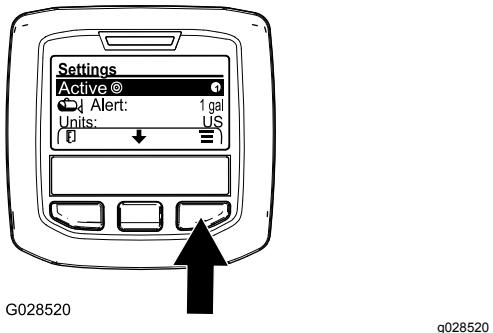

図 69
2. 中央ボタンを押して、アクティブな散布率設定をハイライトさせる図 69。
3. 右ボタンを押すと散布率その1と2を切り替えることができる図 69。